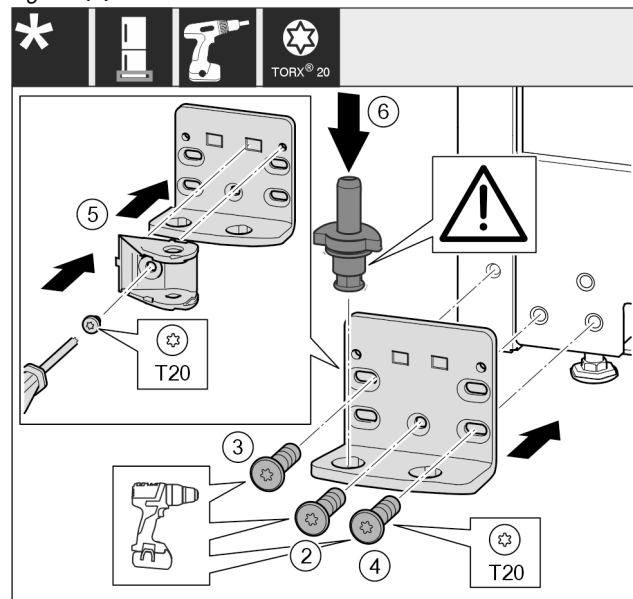

Fig. 26
- ▶ Vendosni bazamentin mbështetës në anën tjetër dhe mbërthejeni me ndihmën e një kaçavidë T20. Filloni me vidën 2 poshtë në mes. Fig. 26 (2)
- ▶ Mbërtheni fort vidën 3 dhe 4. Fig. 26 (3,4)
- ▶ Rrotulloni me 180° lidhjen e amortizatorit të mbylljes. Mbërthejeni në anën tjetër të bazamentit mbështetës me ndihmën e një kaçavidë T20. Fig. 26 (5)
- ▶ Vendosni komplet në vend bulonin e rrotullimit. Këtu bëni kujdes që gungat e kapjes të jetë të kthyer nga poshtë. Fig. 26 (6)